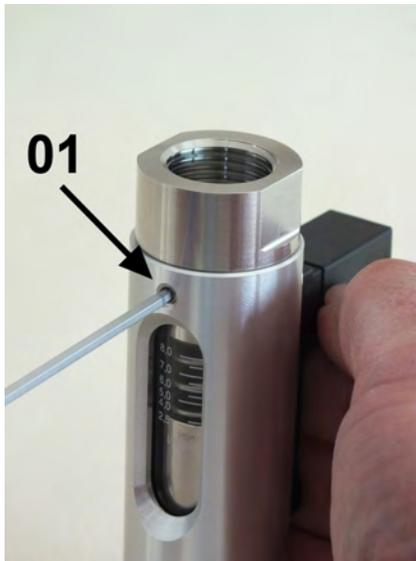

Abb. 35: Schrauben lösen
1. ➤ Obere 3 Gewindestifte mit Innensechskant (Abb. 35/01) mit einem Sechskant-Schraubendreher lösen